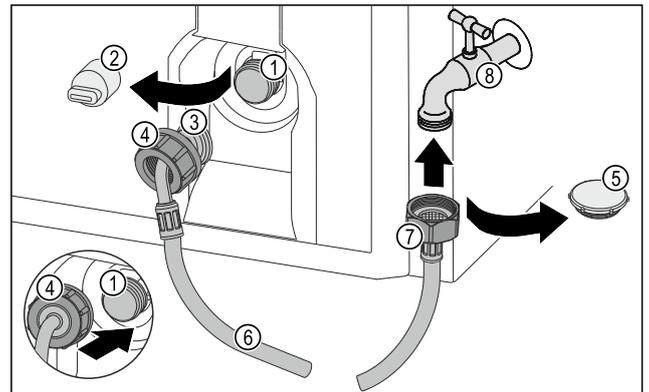

Fig. 32
- ▶ Снимите заглушку Fig. 32 (5).
- ▶ Прямой конец шланга Fig. 32 (7) подсоедините к крану для воды Fig. 32 (8).
- ▶ Навинтите гайку на прямом конце шланга Fig. 32 (7) по часовой стрелке.